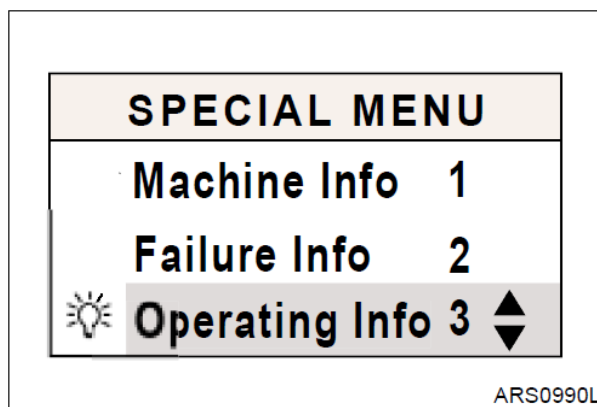
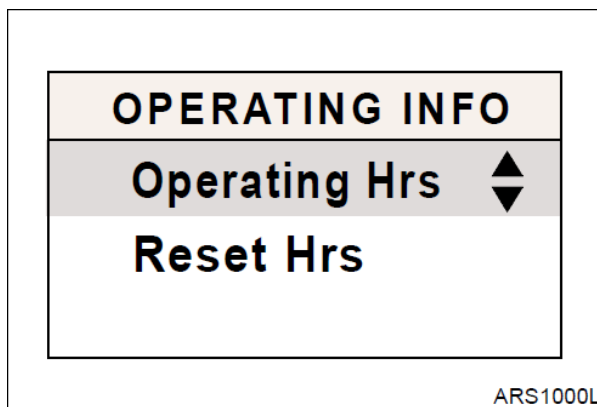

Рис. 37
Рис. 38
A. Вход в подменю: Когда курсор находится на "**Operating Info**" экрана специального меню (рис. 37), то нажатие кнопки **ENTER** (←, 3 на рис. 18) позволяет отобразить подменю "**Operating Info**" (рис. 38).